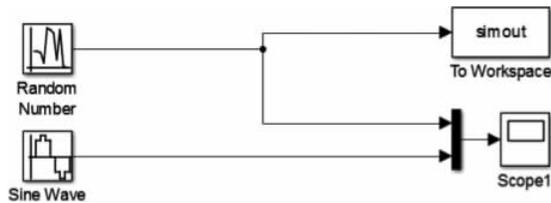
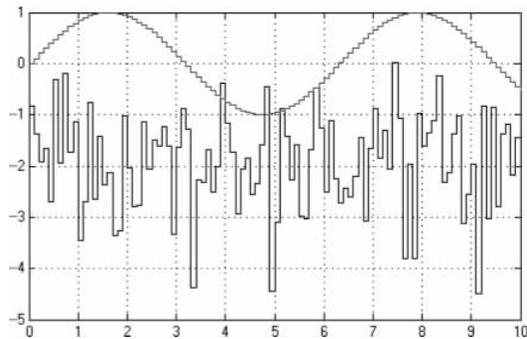

图 3-131 Mux 使用
图 3-132 Mux 模块示波器时钟变化图
(1) Number of inputs: 表示输入信号的个数或者宽度。行输出的宽度等于行输入宽度之和。
(2) Display option: 主要有三个选项 none、names 和 bar。none 表示 Mux 显示在模块图标的外观, names 表示在每一个端口显示信号名, bar 表示以实心前景色显示模块图标。搭建 Mux 模块, 如图 3-131 所示。运行仿真文件, 输出结果如图 3-132 所示。